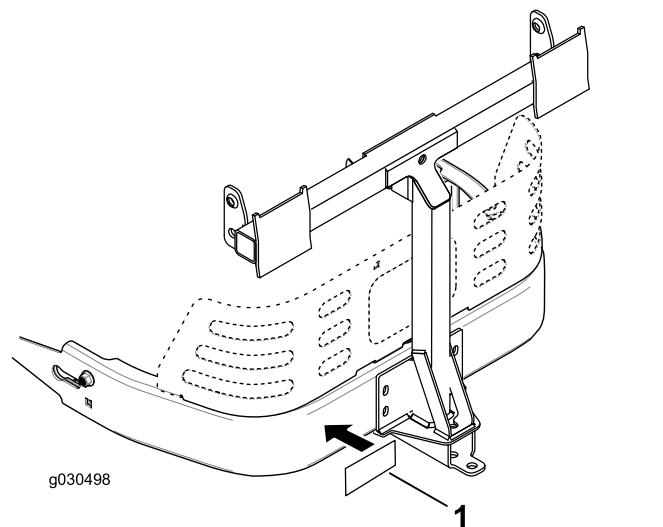

Bild 17
3. Bringen Sie den Zugstangenaufkleber 1,3 cm links von der Anbaugerätaufbefestigung an (Bild 17).